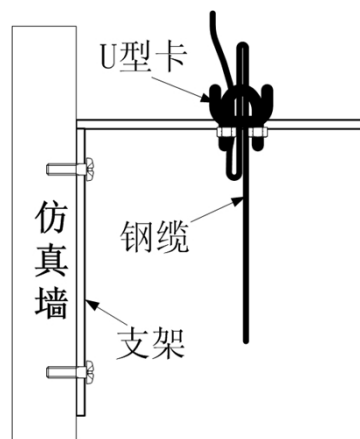

图 8-12 钢缆固定示意图
- 2) 根据设计的布线路径在墙面安装支架, 在水平方向每隔 500—600mm 安装 1 个支架, 在垂直方向每隔 1000mm 安装 1 个支架。支架安装方法如图 8-12 所示。
- 3) 支架安装好以后, 根据需要的长度用钢锯裁好合适长度的钢缆, 必须预留两端绑扎长度。用 U 型卡将钢缆按照图 8-12 所示固定在支架上。